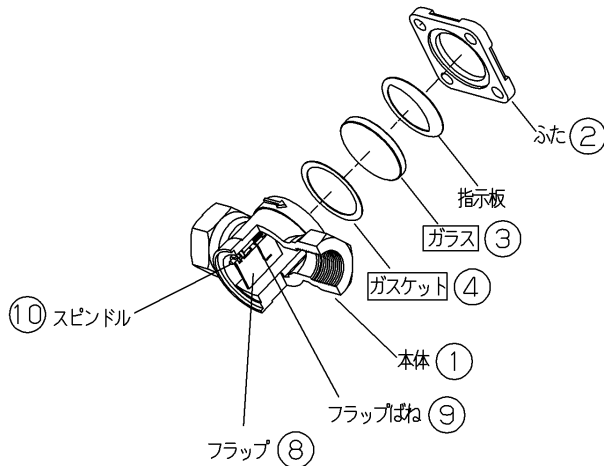

図 3
(1) 本体の両側からガスケット④、ガラス③、指示板A⑪(または指示板B⑫)、ふた②の順に組み付けてください(図 3)。